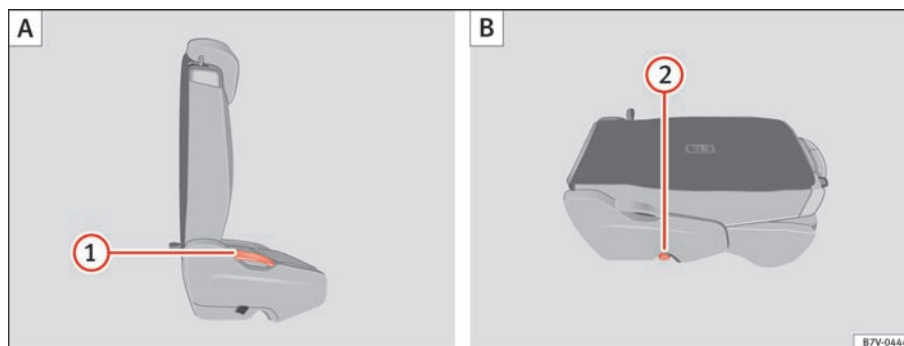
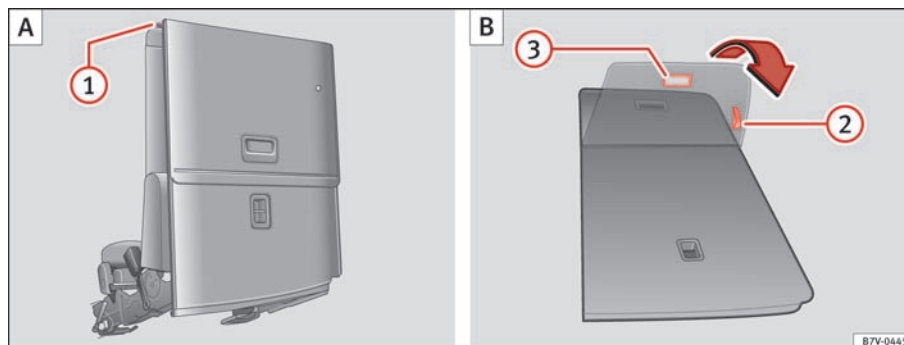

Fig. 89 2. sæderække: Bagsædet er klappet frem (A). Bagsædet er i vandret position (B).
Fig. 90 3. sæderække: Sådan klappes bagsædet til vandret position (A), og sådan klappes det tilbage (B).
- Fjern genstande fra fodrummet foran og bag bagsædepladsen ⇒ ❶.
- Træk armen ⇒ Fig. 89 ❶ opad, og klap bagsæderyglænet fremad. Den komplette bagsædeplads klapper fremad ⇒ ⚠.
- Tryk bagsæderyglænet, der er klappet fremad, ned, indtil bagsæderyglænet er gået i hak i vandret position ❷.
- Træk om nødvendigt i armen ⇒ Fig. 90 ❷ for at skubbe bagsædepladsen til den ønskede position i længderetningen.
- Træk armen ⇒ Fig. 89 ❶ opad, og klap bagsæderyglænet opad og til lodret position. Den komplette bagsædeplads klapper bagud.
- Træk i stroppen ⇒ Fig. 90 ❷ for at klappe sædeafdækningen tilbage.
- Træk i grebet ❸. Den komplette bagsædeplads klapper bagud.